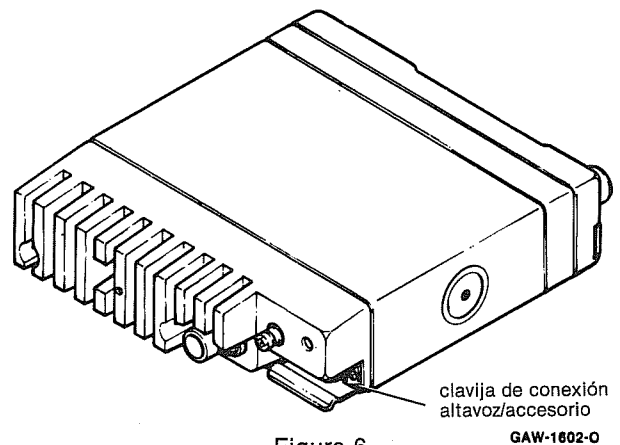
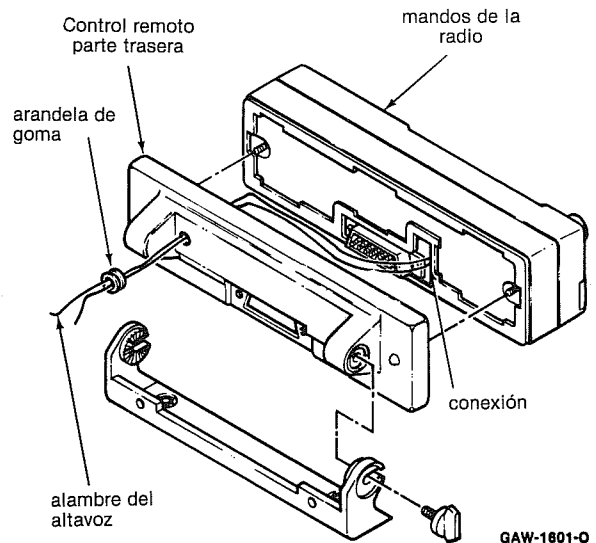

Figura 6
Figura 7
- (6) Insertar el altavoz en la abrazadera y apretar los tornillos de mariposa.
- (7a) Sólo para caja en el tablero: conectar el enchufe del altavoz con el borne nonodo accesorio en la parte trasera de la radio (ver Figura 6).
- (8) Sólo para radios con caja lejos del tablero: empujar atrás arandela aisladora unos 11 cm en el cable.
- (9) Sólo para radios con caja lejos del tablero: ambos alambres del altavoz (sin enchufe macho y sin cubierta) llevarlos a través de la parte trasera (no olvidar la arandela de goma), y después unir con las correspondientes conexiones de la parte trasera (ver Figura 7).